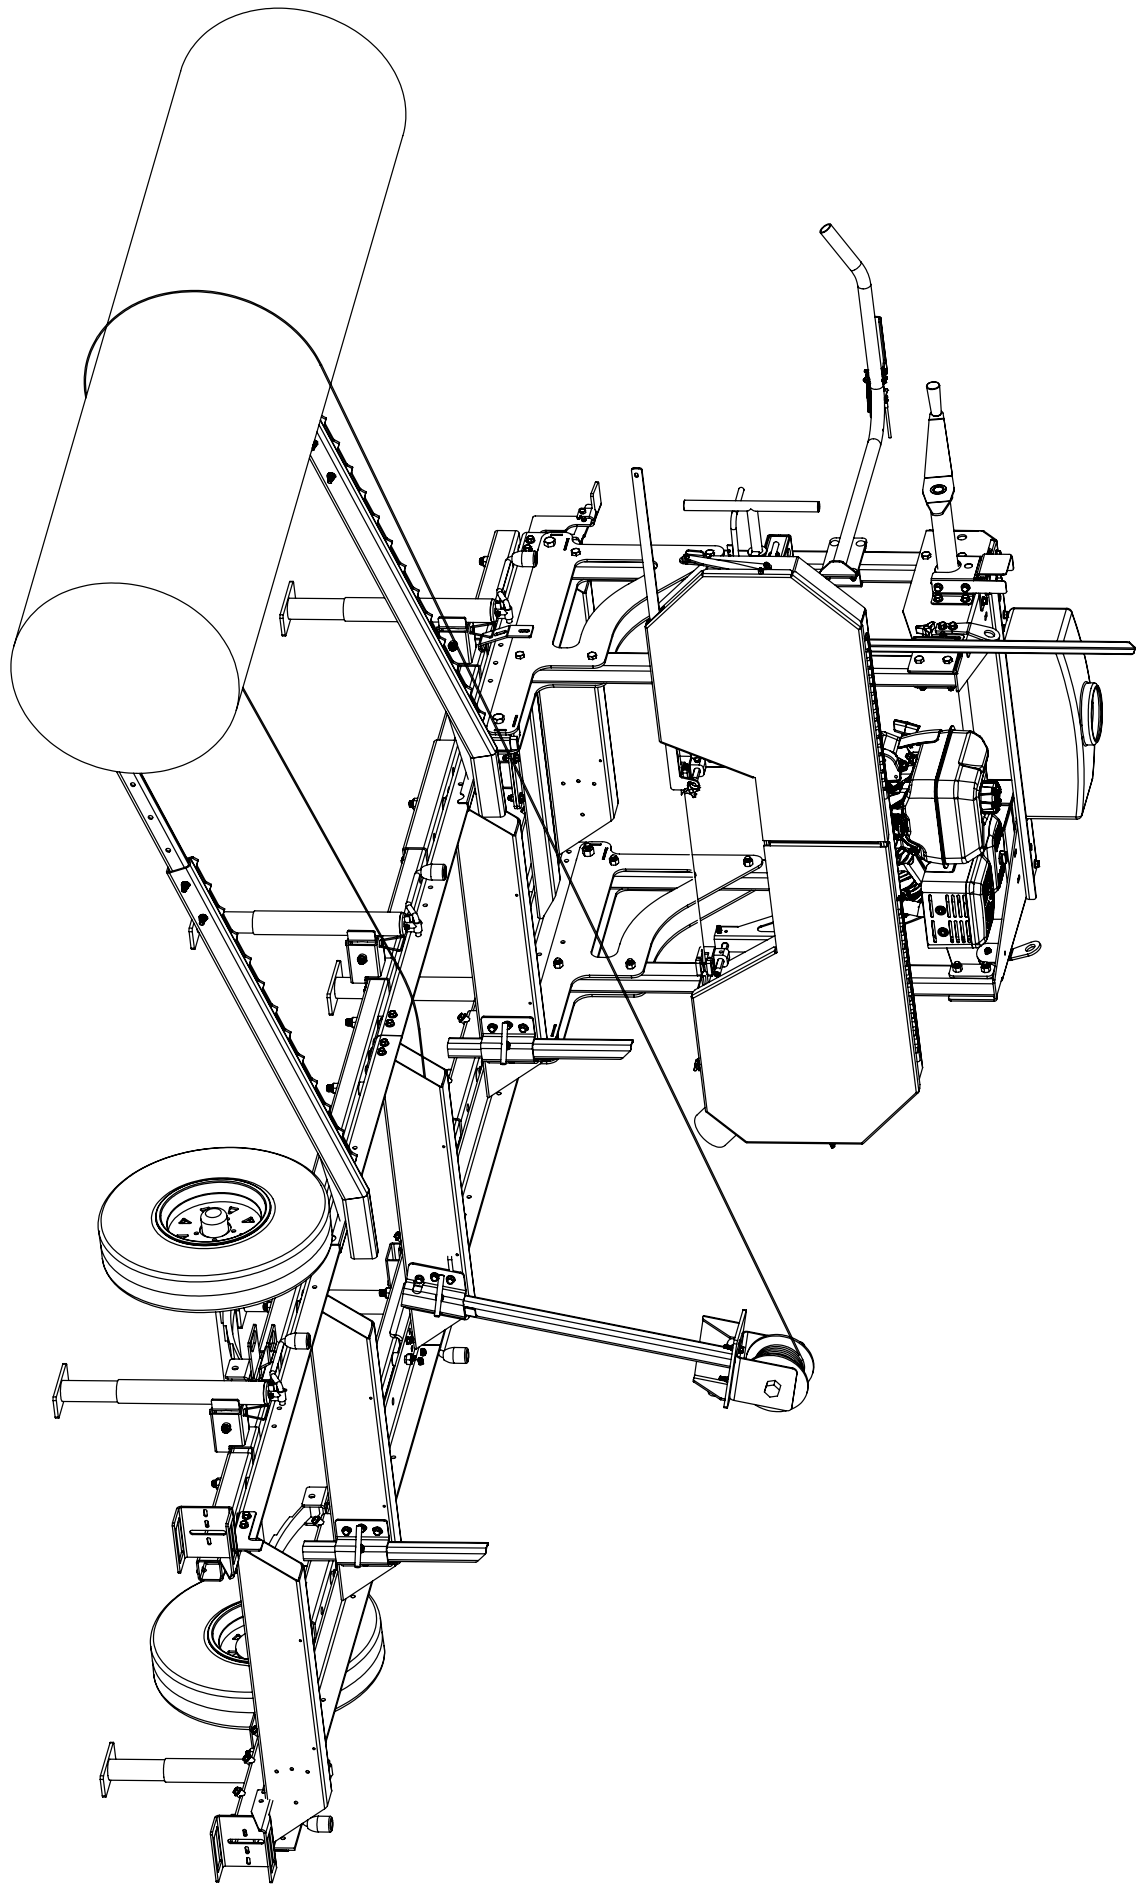

ABBILDUNG 3
3. Das Windenkabel über die Mitte des Stammes ziehen und unter dem Stamm zurück zum Sägewerk führen, über die Schienen, durch das Innere des Querträgers führen und den Stammhaken am hinteren Ende des Querträgers befestigen (siehe Abb. 3 und 4).